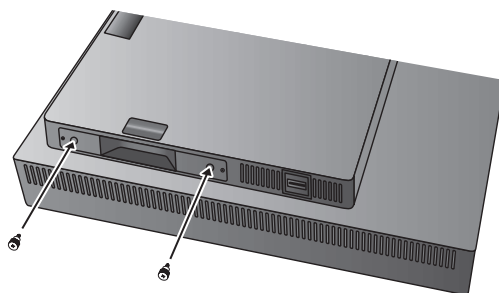

Figura G.1
2. Inserire le viti a testa zigrinata fornite nei fori sull'unità interfaccia DisplayPort (**Figura G.1**).